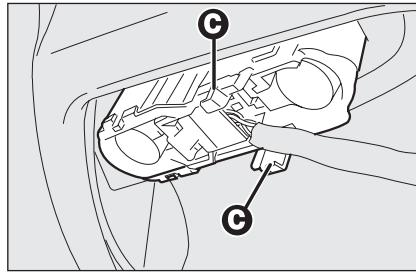

fig. 34
- baje la tapa y saque el grupo portalámparas tirando de las lengüetas de fijación **C**-fig. 34;
vuelva a montar el grupo portalámparas fijándolo correctamente en su posición mediante las lengüetas de fijación **C**-fig. 34;
- baje la tapa y saque el grupo portalámparas tirando de las lengüetas de fijación **C-fig. 34**;
- vuelva a montar el grupo portalámparas fijándolo correctamente en su posición mediante las lengüetas de fijación **C-fig. 34**;